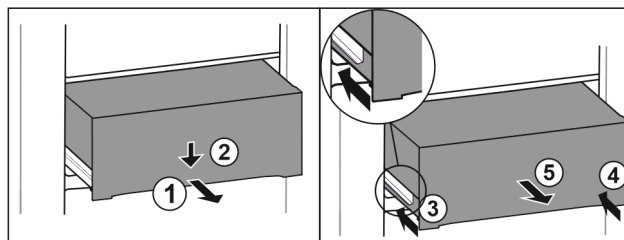

Fig. 121
- ▶ Extraiga el cajón hasta la mitad. Fig. 121 (1)
- ▶ Presionar hacia abajo el cajón de la parte delantera. Fig. 121 (2)
- ▶ Introducir el carril izquierdo unos 2 cm. Fig. 121 (3)
- ▶ Introducir el carril derecho unos 2 cm. Fig. 121 (4)
- ▶ Extraiga el cajón hacia adelante. Fig. 121 (5)